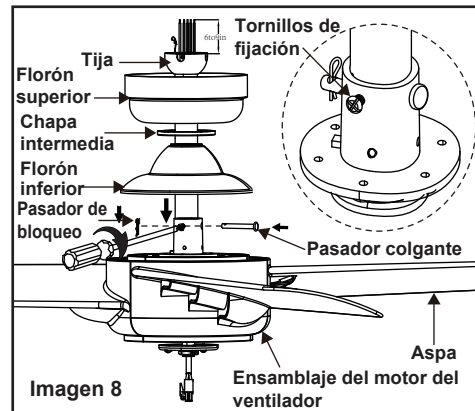

Imagen 8
**Paso 3.** Quite el pasador de soporte, el pasador de bloqueo y los tornillos de fijación de la parte superior del ensamblaje del motor. (Imagen 8)
**Paso 4.** Pase los cables que salen de la parte superior del motor del ventilador a través del florón inferior, el florón superior (cobertor) y la chapa decorativa y luego a través de la tija. (Imagen 8)
**Paso 5.** Alinee los orificios de la parte inferior de la tija con los orificios del florón inferior en la parte superior de la carcasa (alojamiento) del motor (Imagen 8). Inserte cuidadosamente el pasador del soporte a través de los agujeros del florón inferior y la tija. Tenga cuidado de no atascar el pasador contra el cableado dentro de la tija. Inserte el pasador de bloqueo a través del agujero cerca del extremo del pasador de soporte hasta que encaje en su posición de bloqueo, y aprete bien los tornillos de presión como se indica en el círculo de la Imagen 8. Corte el exceso de cables de la sujeción, dejando aproximadamente 15,30 a 22,90 cm por encima de la parte superior de la tija con bola de suspensión.